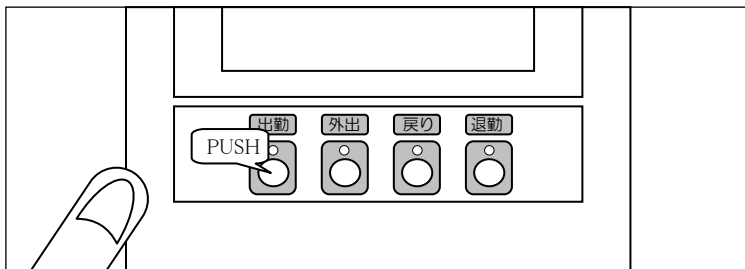

図 4.2-1 打刻内容操作
- ①図 4.2-1 のように、打刻する内容に合わせて操作ボタンを押してください。